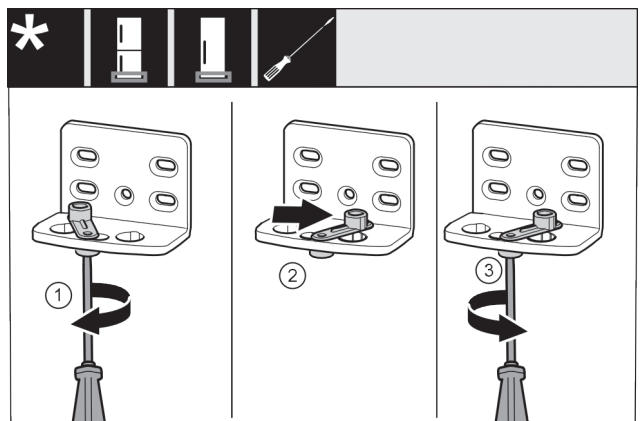

Fig. 14
- Lirni plotësisht vidën Fig. 14 (1) me një kaçavidë.
- Ngrini lart ndihmën e mbylljes së derës Fig. 14 (2) dhe rrotullojeni brenda vrimës me 90° nga e djathta.
- Mbërtheni fort vidën Fig. 14 (3) me kaçavidë.